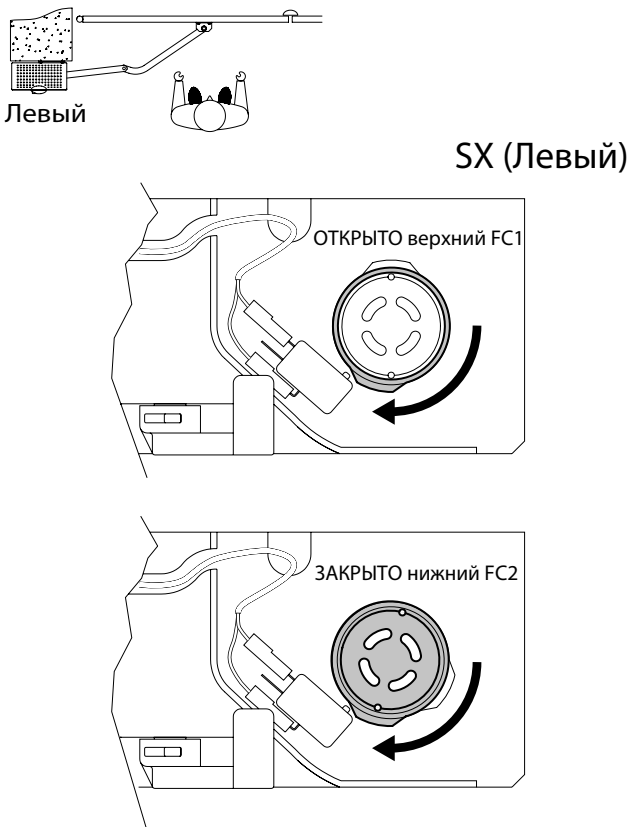

Рис. 14
**В правостороннем приводе (Рис.14):**